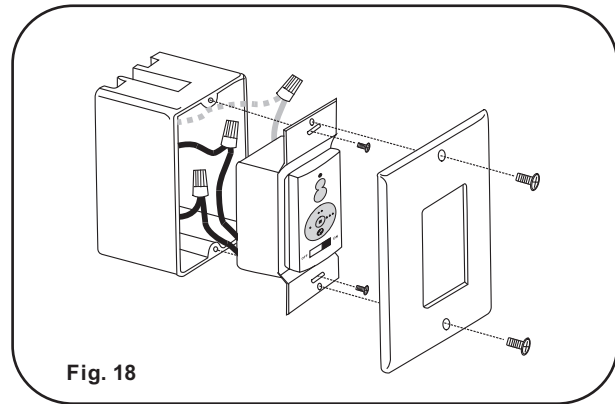

Fig. 18
Paso 3. (Fig. 18) Cuidadosamente meta las conexiones dentro de la caja de distribucion. Asegure el transmisor con los dos tornillos proveidos. Instale la cubierta decorativa y asegurela con los dos tornillos proveidos.
**NOTA:** (Fig.18): La cubierta de metal a sido incluida con su ventilador como una segunda opcion para remplazar la luz. Esta cubierta no es necesaria para la instalacion de la luz. Puede guardarla para su uso en otra ocasion.
Para instalar la cubierta de metal siga el Paso 2. de como instalar la pantalla de vidrio. Para quitar la cubierta de metal primero tiene que presionar hacia arriba y luego girarla en sentido contrario de las manecillas del reloj. La lampara tiene un mecanismo de resorte que empujara la cubierta hacia abajo una vez que desenganche de la la lampara. (Fig. 18)